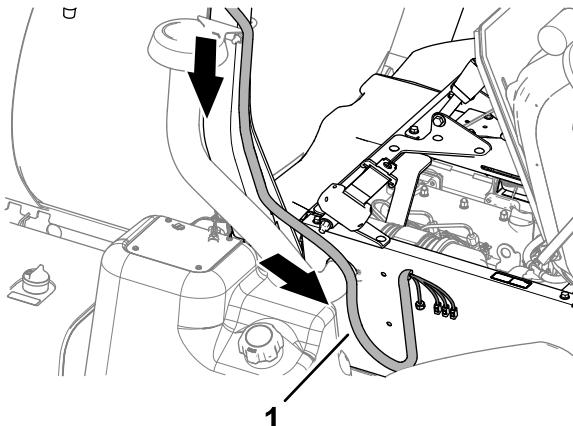

Figura 58
2. Enrute el arnés de la antena del módem hasta el lateral de la base del asiento, como se muestra en la Figura 58.